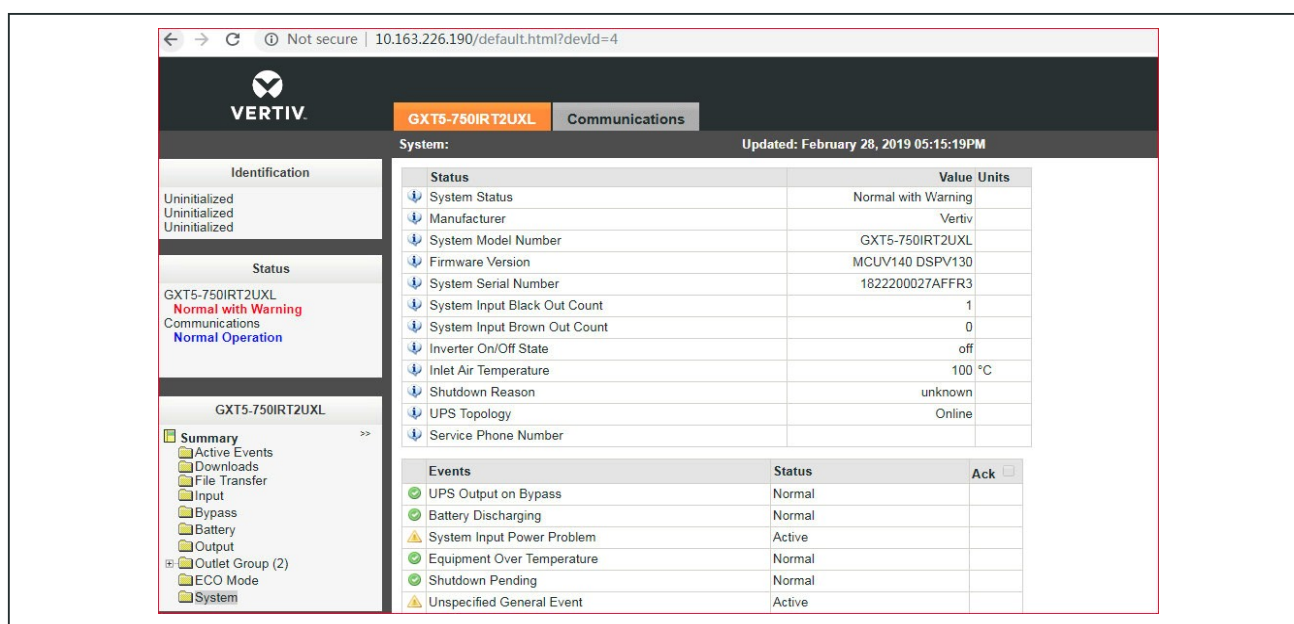

図 5-6 RDU101ユーザーインターフェイスに表示されるファームウェアのバージョン
- d. ファームウェアのバージョンを確認します。ページ左側のタブ・メニューにあるフォルダ「System」を選択し、「Firmware Version」のフィールドを確認します(図5-6参照)。